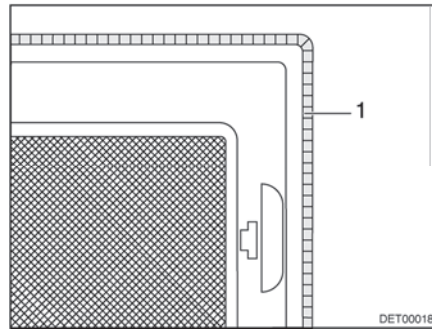

Bild 53 Ventilation
**Ventilation** Beroende på modell är takluckan utrustad med ventilation (Bild 53,1). Tackluckor med ventilation är monterade i bodelen och i toaletten.